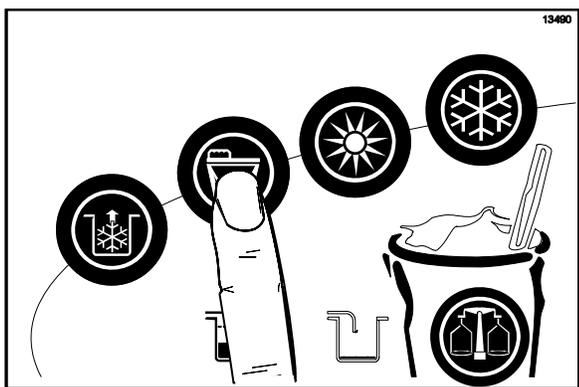

Figura 100
2. Coloque un balde debajo del surtidor de la puerta y oprima el símbolo LAVADO . (Vea la figura 100).